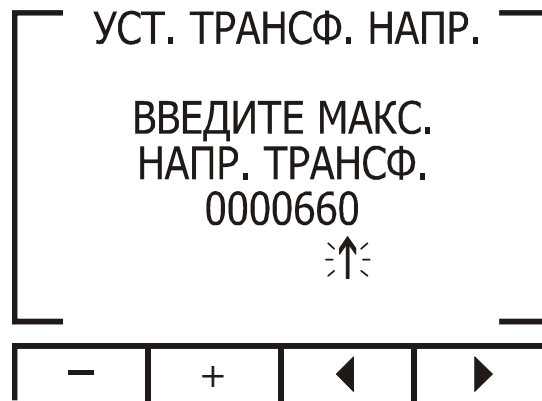

Рис. 13
7. Для настройки коэффициента трансформации трансформаторов напряжения (используются в случае, если фазное напряжение сети превышает 230 В, например, 660 В) Вернитесь в предыдущий уровень меню, нажав кнопку «Back», и выберите пункт **Уст. Трансф. Напр.** Нажмите «Enter» На дисплее появится экран установки первичного напряжения трансформатора (рис. 13):